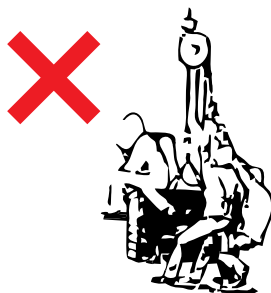

figura 4
- **NO** usar el aparejo para transportar personas. (figura 4).